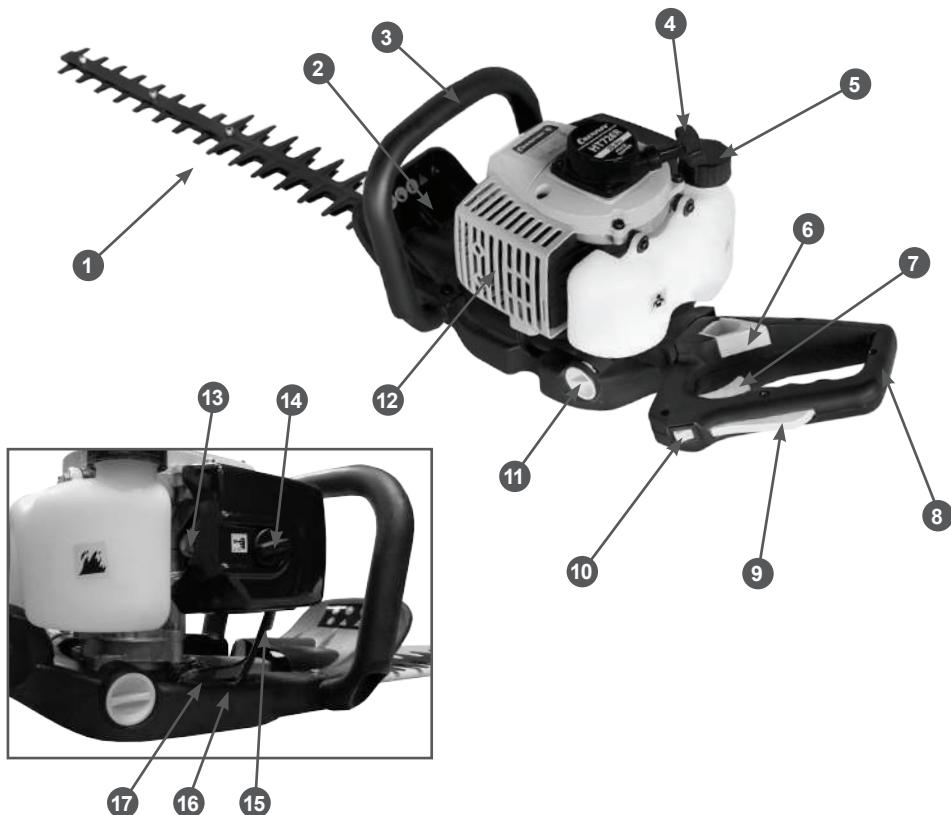

Рис. 1 Основные узлы и органы управления
Основные узлы и органы управления представлены на Рис.1.
5. Установите выключатель зажигания 10 (Рис. 1) в положение «I» (включено).